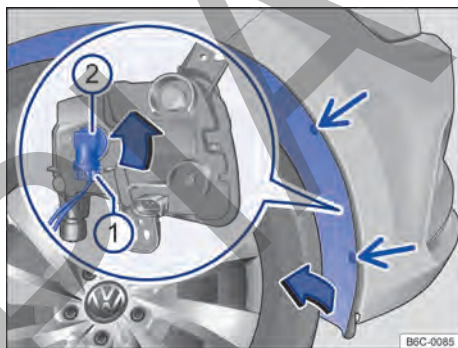

Fig. 182 En la caja de la rueda delantera: acceso a la bombilla del farol de neblina.
- ① Observar la lista de control y ejecutar las acciones → pág. 242.
- ② Retirar los tornillos de fijación del guarnecido del pasarruedas → **fig. 182** (flechas) con la ayuda de un destornillador.
- ③ Tomar el guardabarros de los bordes entre los agujeros de los tornillos de fijación sueltos y presionar un poco hacia el lado interior del vehículo, para poder soltar el clip de adentro.
- ④ Rebatir con cuidado el guardabarros hacia el costado.
- ⑤ Desenchajar el conector de alimentación de la lámpara → **fig. 182** ①, presionar al mismo tiempo, la traba de fijación del conector. ▶
- 6 Girar el portalámparas → fig. 182 ②, en sentido antihorario hasta el tope y desencajarlo del alojamiento.
- 11 Encajar el conector de alimentación ① en el portalámparas, el conector debe encajarse audiblemente.
- 13 Volver a colocar los tornillos de fijación → fig. 182 (flechas) y ajustarlos.